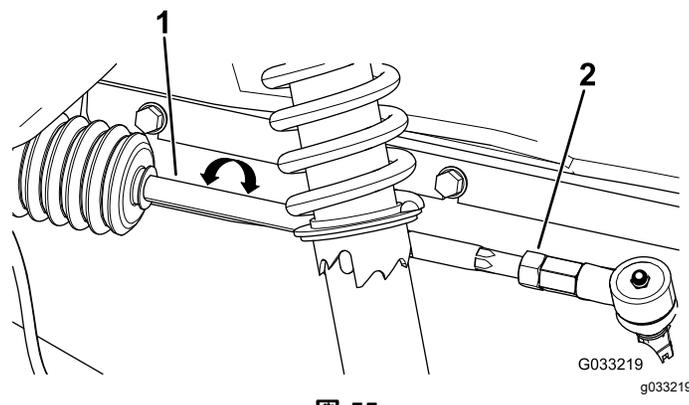

図 55
3. 前後の測定値の差が所定範囲0-6 mmにならない場合は、タイロッドの外側端部にあるジャムナットをゆるめて調整を行う(図 55)。